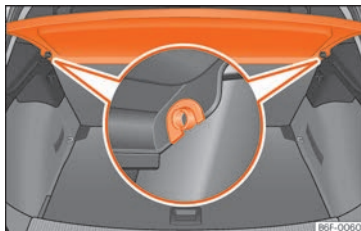

Abb. 116 Im Gepäckraum: Gepäckraumabdeckung aus- und einbauen.
- Drücken Sie die Abdeckung aus den Seitenhalterungen »» Abb. 116 aus, indem Sie diese nach oben ziehen und herausnehmen.
- Führen Sie die Abdeckung horizontal ein, so dass das „Hufeisen“ über den Achsen der Halter »» Abb. 116 liegt und drücken Sie die Abdeckung nach unten, bis sie einrastet.